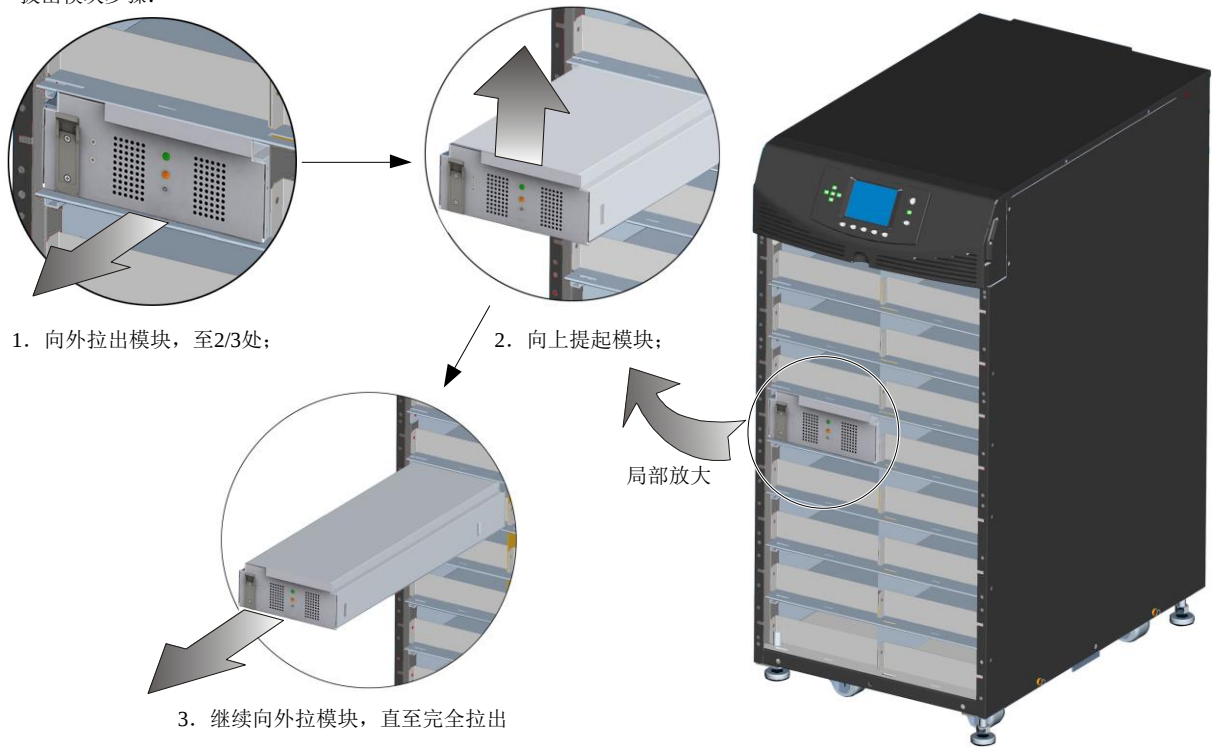

图6-3 拔出电池模块、功率模块或充电器模块
- 拔出电池模块、功率模块或充电器模块：拔出模块至大约 2/3 处时，模块卡住，此时向上提起模块、然后继续向外拉模块，直至完全拉出，如图 6-3 所示。